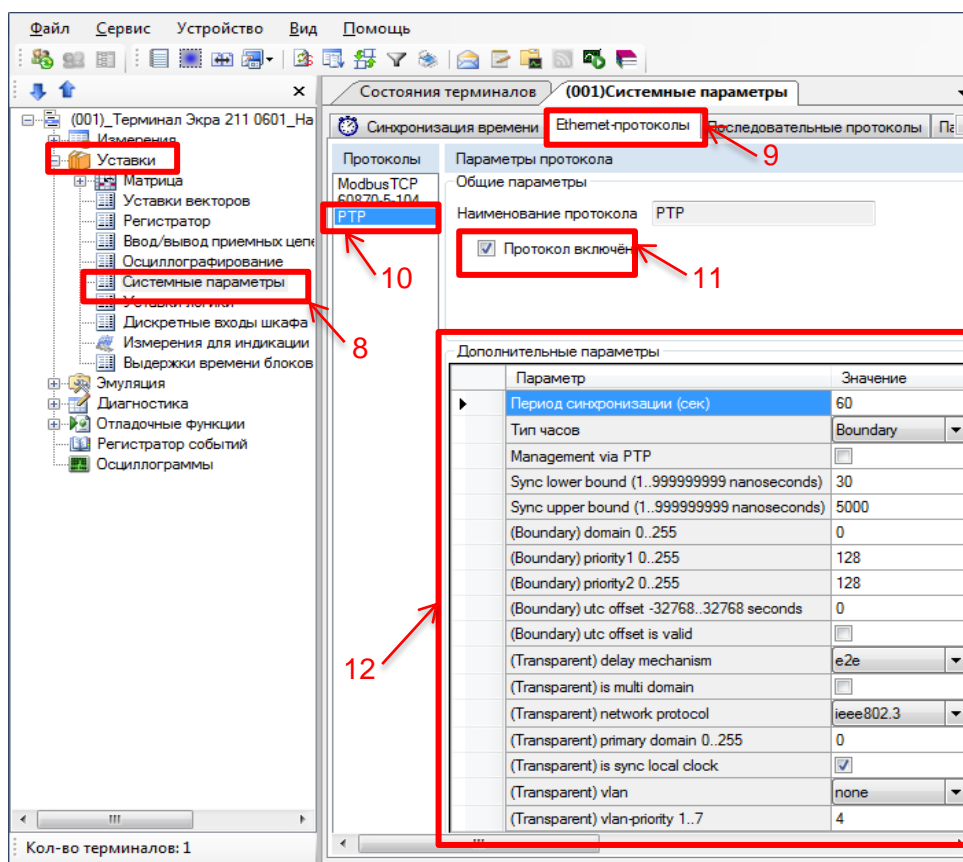

Рисунок 12 – Настройка протокола PTPv2
3.1.1 В «дереве» проекта ПО АРМ-релейщика выбрать **Уставки** -> **Системные параметры** и открыть окно, дважды щелкнув мышкой на соответствующем пункте «дерева» проекта (см. рисунок 12, обозначение 8).
3.1.2 Выбрать вкладку **Ethernet-протоколы** (см. рисунок 12, обозначение 9).
3.1.3 Выбрать протокол PTP (см. рисунок 12, обозначение 10).
3.1.4 Установить флажок **Протокол включен**, если он не был установлен (см. рисунок 12, обозначение 11).